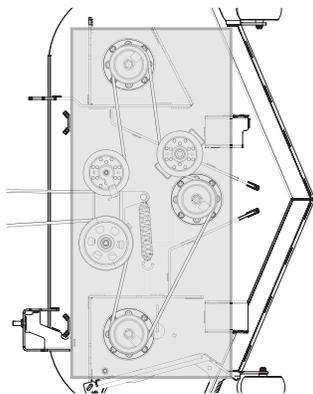

Figure 36
- Nettoyez la partie supérieure du plateau de coupe, la partie sous le couvercle des fusées et la partie autour des courroies. Voir Figure 36.